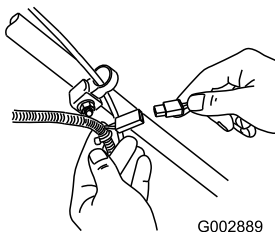

Bild 47
1. Schließen Sie das Ladegerät an den Kabelbaum des Rasenmähers an, der sich unter dem Zündschloss befindet (Bild 47).